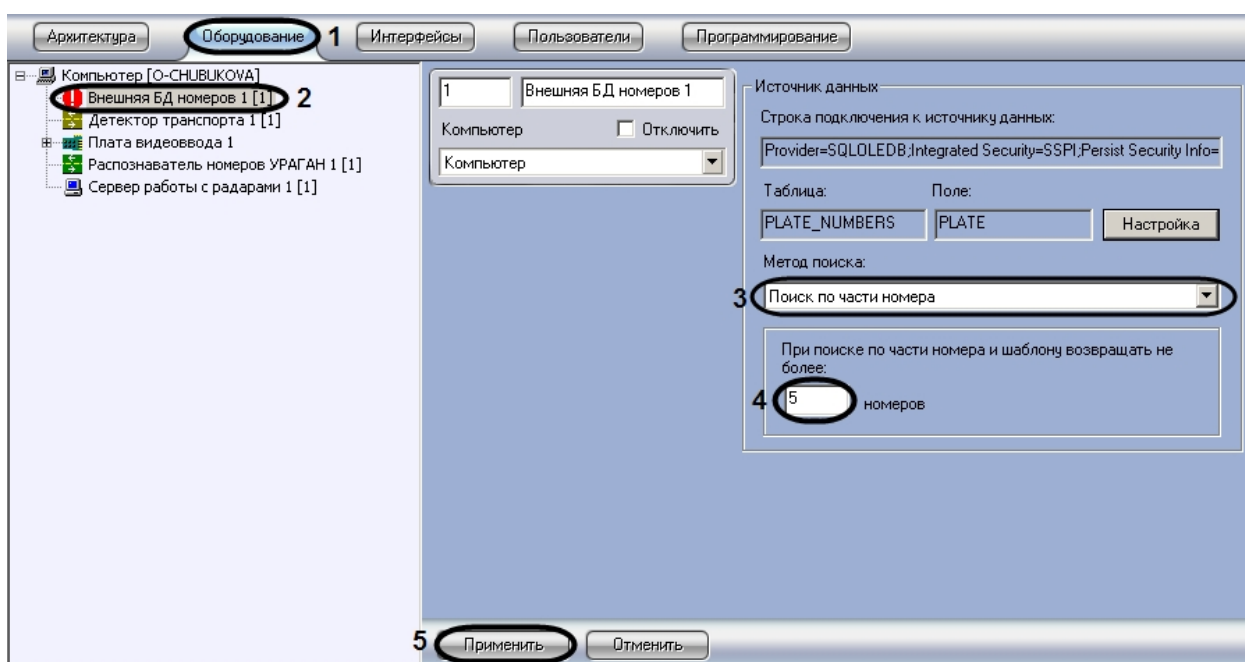

Рис. 85. Выбор метода поиска во внешней базе данных номеров
В результате будет выведено диалоговое окно «Setup connection» (см. Рис. 85), при помощи которого необходимо выбрать подключаемую базу данных номеров. Для того, чтобы начать процесс выбора базы данных номеров,
1. Перейти на вкладку «Оборудование» диалогового окна «Настройка системы» (см. Рис. 85, 1).
2. Выбрать в дереве объект «Внешняя БД номеров» (см. Рис. 85, 2).
3. Выбрать метод поиска в раскрывающемся списке (см. Рис. 85, 3)
4. Задать значение параметра «При поиске по части номера или шаблона возвращать не более ... номеров» в текстовом поле (см. Рис. 85, 4)
4. Нажать кнопку «Применить» для сохранения внесенных изменений (см. Рис. 85, 5).